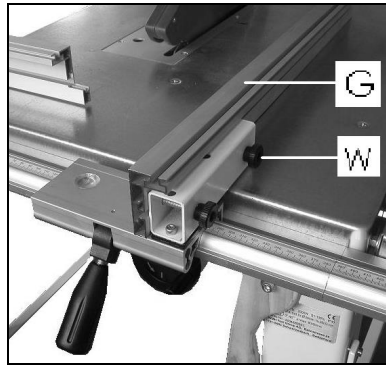

Fig 19
Montieren Sie die Anschlägschiene (G, Fig 19) mit 2 Schrauben und 2
-Das Schneiden von breiten Werkstücken mit stehender Anschlägschiene vornehmen (Fig 19).